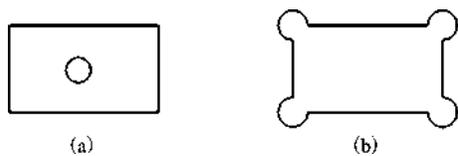

图 1-138 习题 7
7. 将图 1-138(a) 中的圆放大 1.2 倍。通过编辑命令完成如图 1-138(b) 所示的图形。